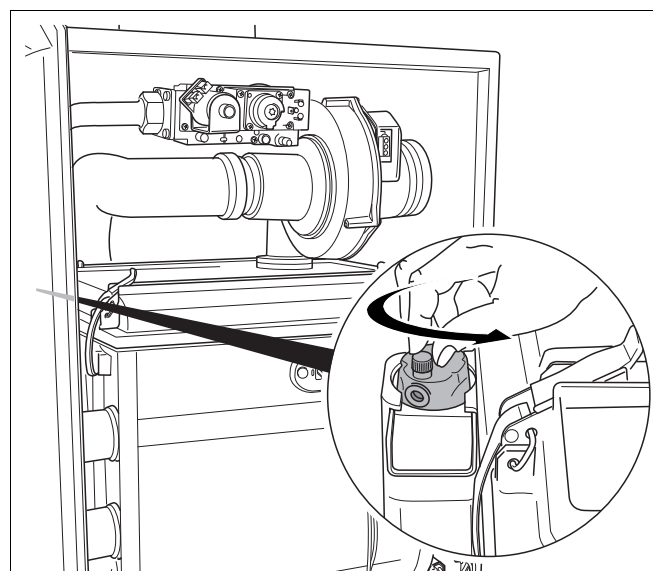

Fig. 62 Deschideți aerisitorul automat
Cazanul de încălzire este echipat cu un aerisitor automat (fig. 62) care servește la aerisirea cazanului de încălzire.
- Deschideți cu o rotire dopul de protecție de la aerisitor (fig. 62).